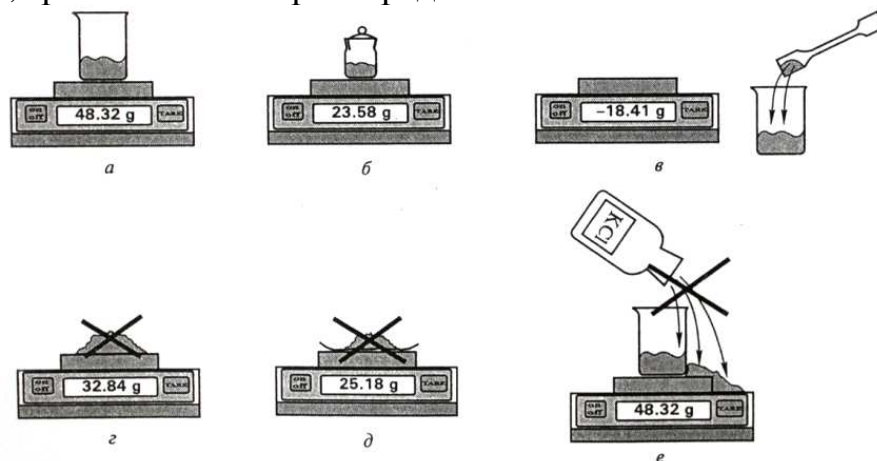
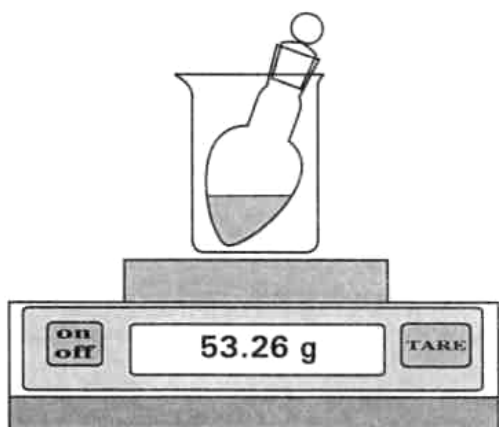

Рис. 14. Взвешивание химических веществ
Рис. 15. Взвешивание колбы с веществом
Взвешивание неагрессивных веществ. Взвешивание на весах всегда проводят с использованием тары. Химические вещества запрещается помещать прямо на чашку весов (рис. 14, г). Для взвешивания химических реактивов в качестве тары используют стаканчики для взвешивания или бюксы (рис. 14, а, б). Допускается взвешивание на часовом стекле. Фарфоровые чашки использовать не рекомендуется, так как они слишком тяжелые.
Для взятия небольших навесок неагрессивных веществ можно использовать кальку. Другая бумага, особенно фильтровальная, в качестве тары при взвешивании не пригодна, так как часть вещества прилипнет к ней. Кроме того, масса бумаги зависит от влажности окружающего воздуха (рис. 14, д). Запрещается взвешивать горячие, грязные или мокрые предметы.
Взвешивание агрессивных веществ. Агрессивные вещества взвешивают в только закрытых бюксах (рис. 14, б). Ампулы, пробирки и приемники с полученным веществом взвешивают в стеклянном стакане (рис. 15).
3. Снимите стаканчик для взвешивания с чашки весов, поставьте на лист чистой бумаги, насыпьте в него взвешиваемое вещество и верните обратно на весы (рис. 14, в).
5. При взвешивании не насыпайте вещество в тару над весами, так как вещество может попасть на весы и загрязнить их (рис. 14, е). В этом случае необходимо выключить весы, протереть их и затем повторить взвешивание.